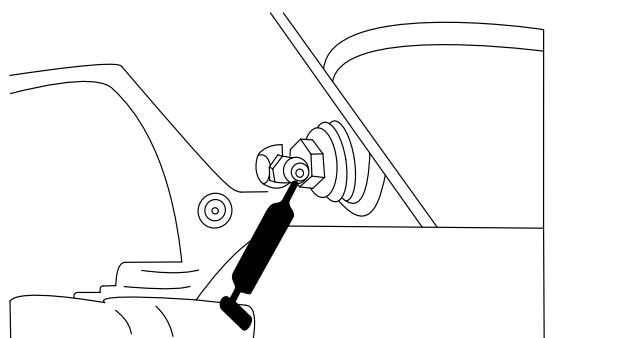

Bild 41
- Hinterachsen-Drehbüchsen (Bild 41)